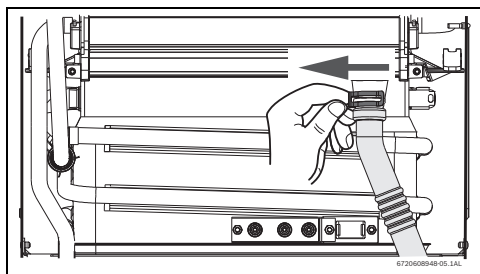

Fig. 57
- Retirar el clip y soltar la extremidad del tubo de condensados (consultar la Fig. 57).